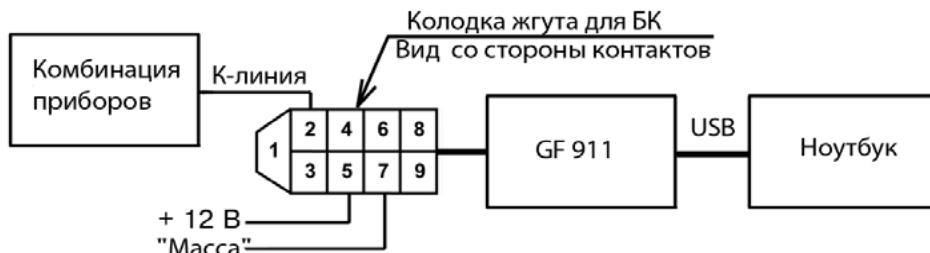

Рис.6. Схема подключений для обновления ПО комбинации приборов GF 614.
- подключить контакты "+" , "масса" и "К-линия" 9-ти контактного разъема программатора к разъему диагностики автомобиля согласно приведенной на Рис. 6 схеме.